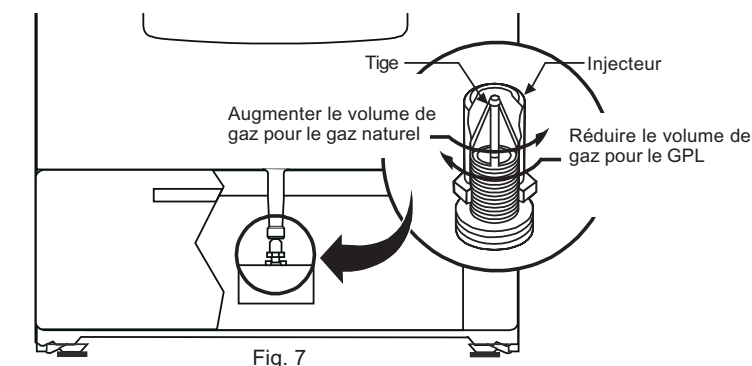

Fig. 7
1. Vérifiez le réglage de la tête du gicleur sur la soupape de sûreté du four pour vous assurer qu'il est adapté au type de gaz qui alimente la cuisinière (naturel ou GPL, reportez-vous à la fig. 7).